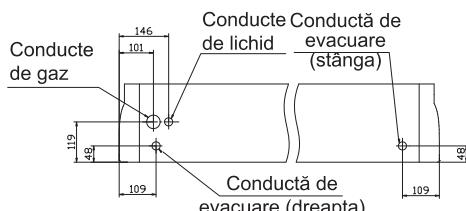

Fig. 4.1 Pozitii de conectare a conductei
- (1) Pozițiile de conectare ale conductei sunt prezentate în Fig. 4.1 și Fig. 4.2. unitate: (mm)